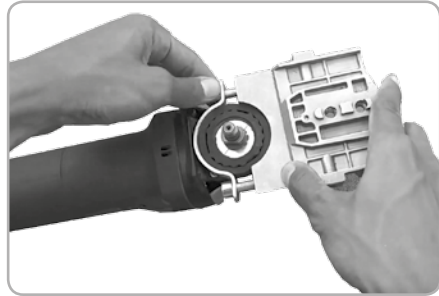

Fig.4
- Strângeți clema metalică peste manșonul de cauciuc (11) conform Fig.4,5;